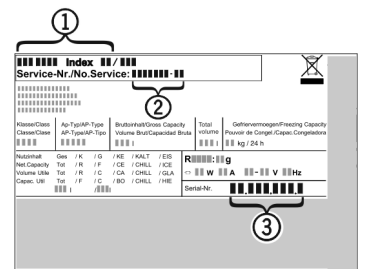

Fig. 8
- ▶ Apparaataanduiding Fig. 8 (1), servicenr. Fig. 8 (2) en serienr. Fig. 8 (3) van het typeplaatje aflezen. Het typeplaatje bevindt zich aan de linkerkant binnen in het apparaat.
- ▶ Contact opnemen met de Technische Dienst en het probleem, apparaataanduiding Fig. 8 (1), servicenr. Fig. 8 (2) en serienr. Fig. 8 (3) mededelen. Dit maakt een snelle en doelgerichte service mogelijk.